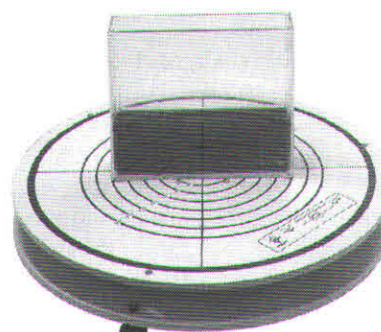

Figura 2
- Reposicione a cuba de forma a ficar no centro da plataforma (**Figura 2**).